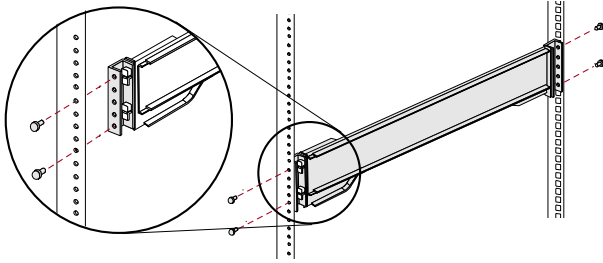

Figura 8. Uso de los primeros adaptadores de orificios redondos
2. Frente al bastidor, coloque el **raíl izquierdo** en el bastidor, alineando los orificios del adaptador con los orificios del bastidor izquierdo **delantero** que se estén usando (Figura 8 en la página 3).